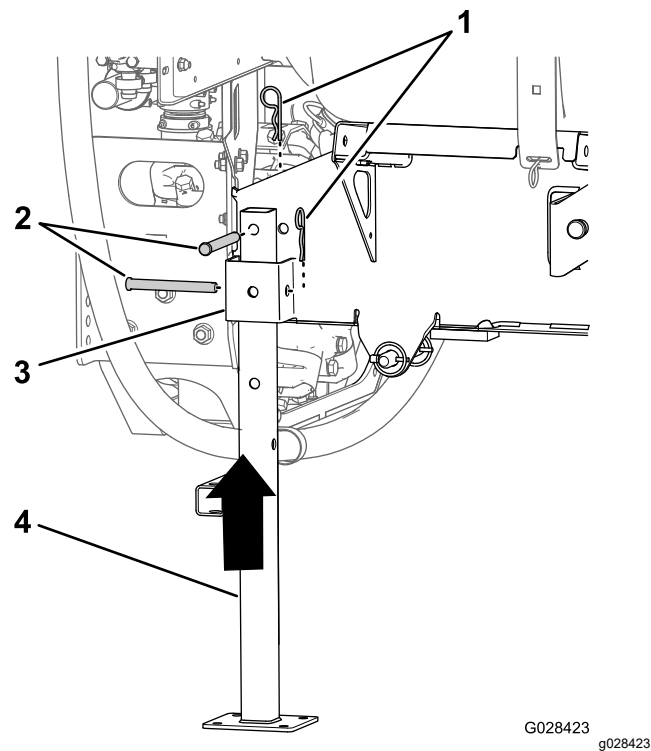

Figura 100
5. Aliniați suportul de cric posterior cu receptorul suportului de cric posterior (Figura 100).
6. Aliniați orificiul din partea de sus a suportului de cric cu orificiul din cadrul saniei rezervorului (Figura 100)
7. Fixați suportul de cric pe receptor i cadru cu 2 tifturi cu cap i gaură pentru cui spintecat ($\frac{1}{2} \times 4 \frac{1}{2}''$) i 2 tifturi în formă de agrafă ($\frac{5}{32} \times 2 \frac{5}{8}''$), aa cum este indicat în Figura 100.